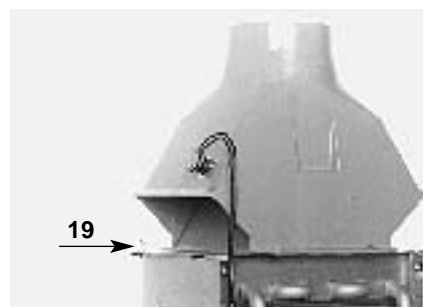

Fig. 3a
- Soulever la façade pour la dégager des pions d'accrochage "19" (fig.3a).